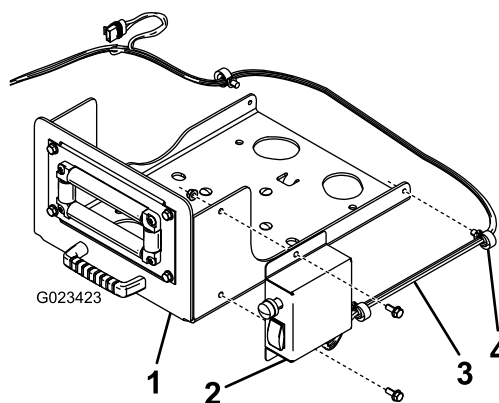

Figura 6
5. Instale a caixa do interruptor à placa articulada utilizando 2 parafusos (5/16 pol.) e 2 porcas flangeadas (5/16 pol.) como se mostra em Figura 6.
6. Prenda a cablagem às partes laterais da placa articulada utilizando as abraçadeiras existentes (Figura 6).